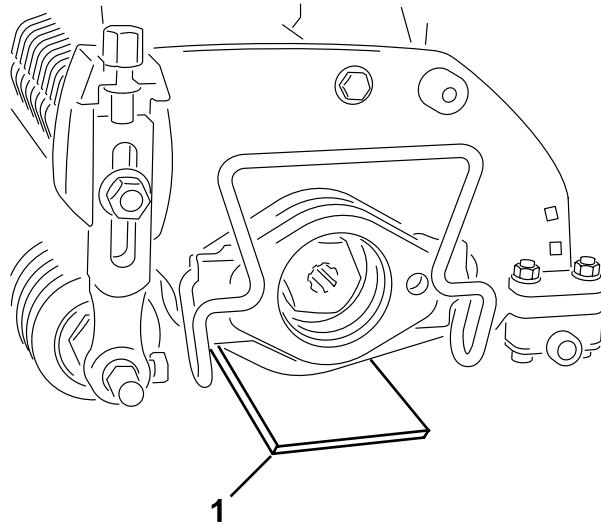

Figura 3
2. Placez un gabarit, qui a la hauteur de lame voulue au-dessus du sol, sous chaque extrémité du défeutreur (Figura 3).